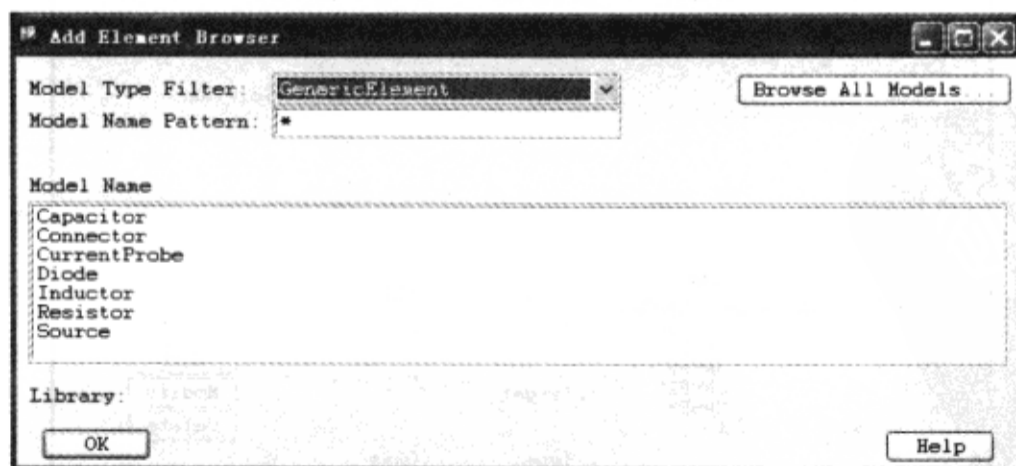

图 3-9-25 “Model Browser” 对话框
(6) 在 “Add Element Browser” 对话框的顶部的 “Model Type Filter” 的下拉菜单中选择 “Generic Element”，如图 3-9-25 所示。